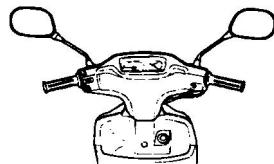

图 1-10
③ 检查电器、信号、仪表工作是否正常,若不正常应及时查明原因并进行修理(如图 1-10 所示)。
④ 检查前后制动器,有无松动,自由行程是否过大,必要时进行调整,调节 1 处保证 A 达到 15~25 mm(如图